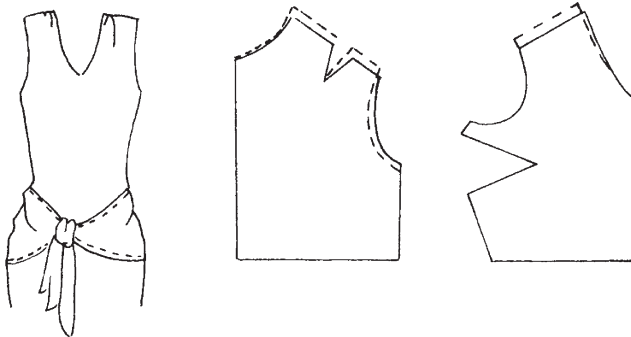

Рис. 38. Наклонные заломы на переде от вершины плечевого шва и горловины
*Дефект 4:* наклонные заломы на переде от вершины плечевого шва и горловины (рис. 38).